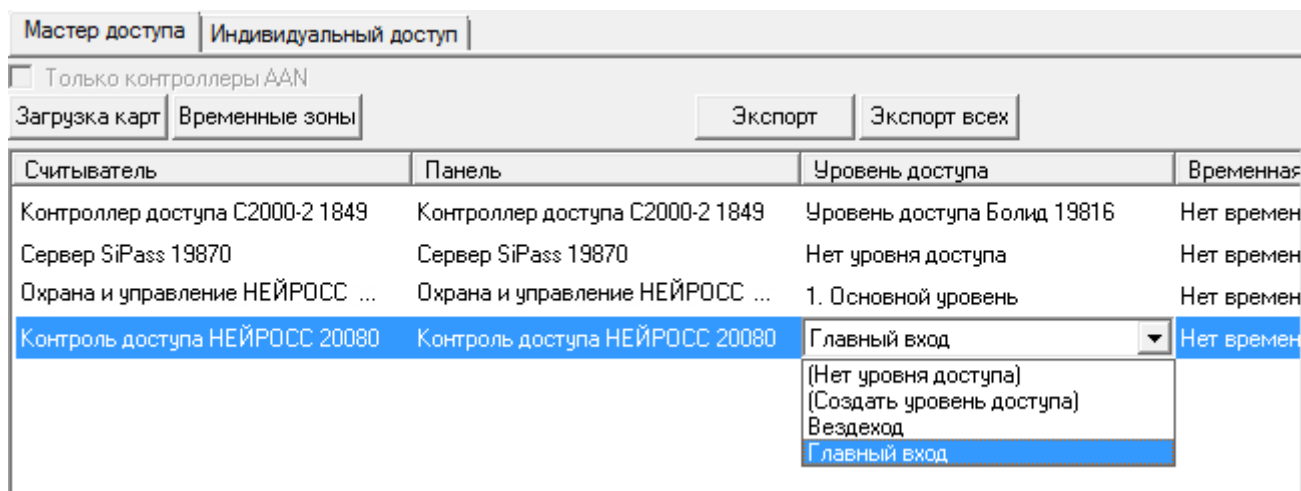

Рисунок 9.120 — Выбор уровня доступа для режима доступа
- На вкладке **Мастер доступа** (рисунок 9.120) добавленного режима доступа, в строке **Контроль доступа НЕЙРОСС** в поле **Уровень доступа** выберите из раскрывающегося списка созданный ранее уровень доступа, в строке **Охранная сигнализация НЕЙРОСС** в поле **Уровень доступа** выберите из раскрывающегося списка созданный ранее уровень управления. Нажмите на кнопку  **Сохранить** панели инструментов.